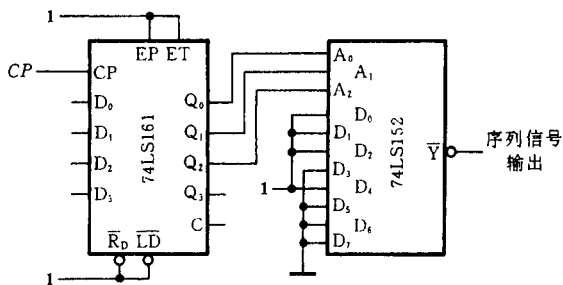

图 T8.2
2. 分析图 T8.2 电路的逻辑功能。图中 74LS152 为 8 选 1 数据选择器。当地址选通某一数据通道时，输出 \bar{Y} 为该通道的数据取反。